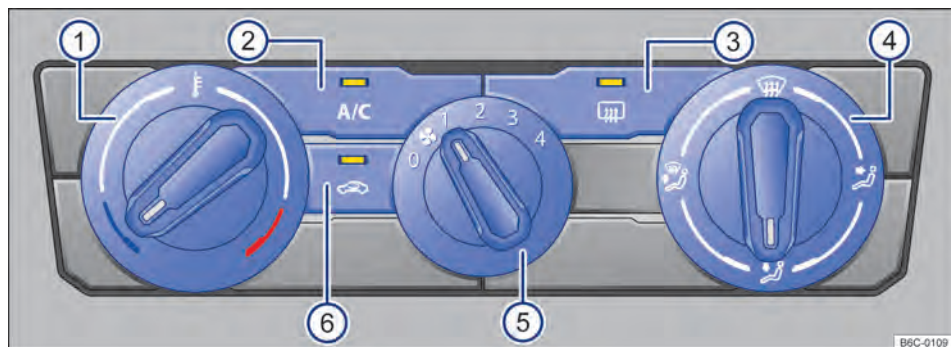

Fig. 81 Comandos do ar-condicionado.
- *Ar-condicionado*: girar o regulador do ventilador para o nível 0 → Fig. 81 (5).
- *Ar-condicionado*: pressionar o botão **A/C** → Fig. 81 (2) para ligar e desligar o funcionamento da refrigeração.
- *Ar-condicionado*: girar o regulador rotativo esquerdo → Fig. 81 ①.
- *Ar-condicionado*: girar o regulador do ventilador → Fig. 81 ⑤.
- *Ar-condicionado*: pressionar o botão  → Fig. 81 ⑥.
- *Ar-condicionado*: girar o regulador da direita → Fig. 81 ④ para posição desejada.
- *Ar-condicionado*: girar o regulador direito para a posição  → Fig. 81 ④.
- *Ar-condicionado*: pressionar o botão  → Fig. 81 ③.